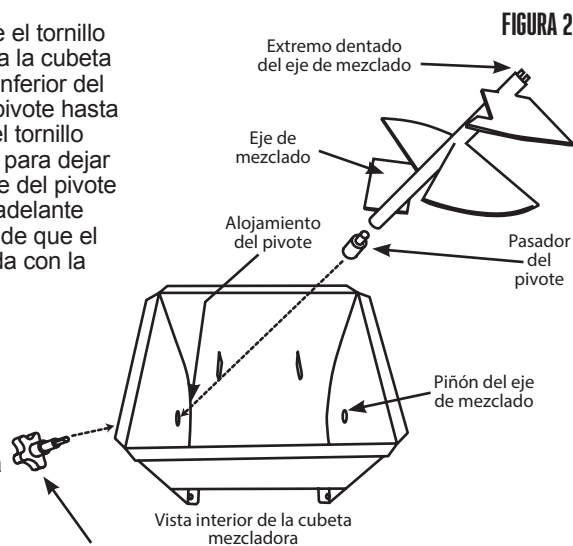

FIGURA 2
3. Introduzca el extremo hueco del pasador de bronce del pivote, con la parte dentada hacia abajo, en la caja del pivote desde dentro de la cubeta mezcladora (**FIGURA 2**).
5. Introduzca el extremo roscado de la perilla del pivote en el soporte de la perilla del pivote desde fuera de la cubeta mezcladora (**FIGURA 2**).